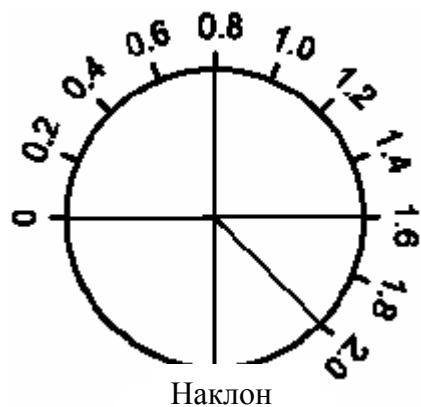
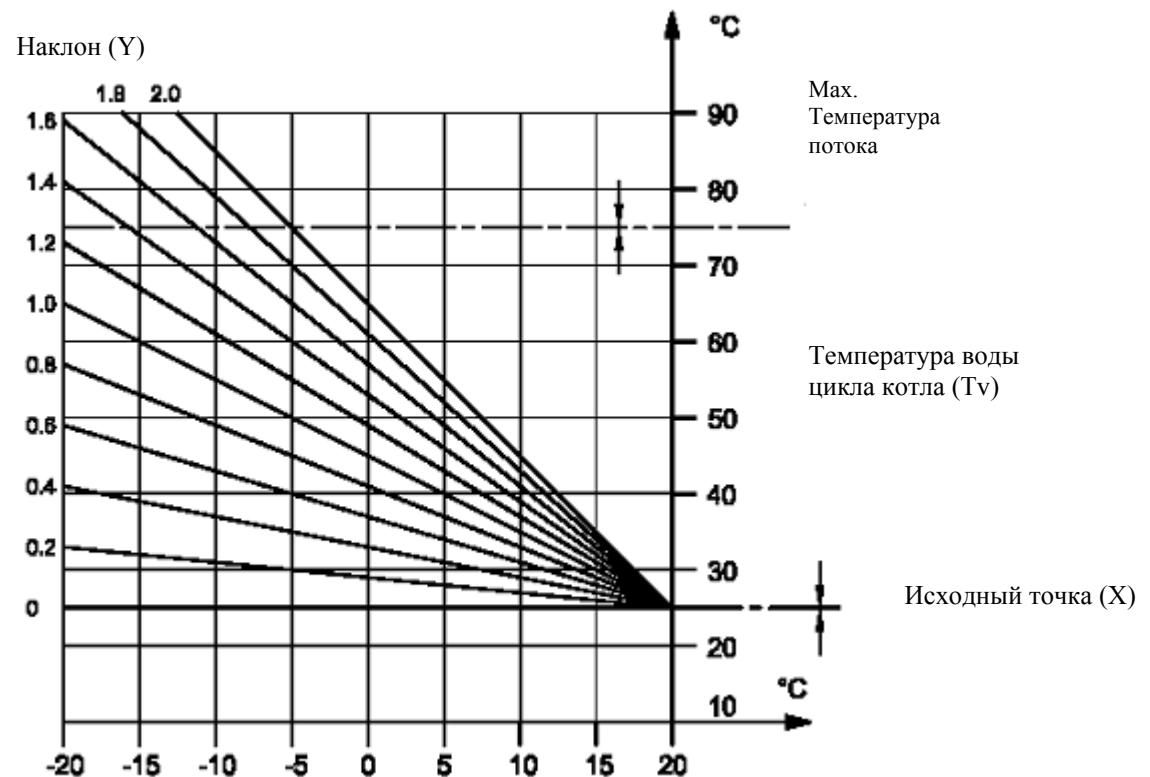

Рисунок 34
Рисунок 35. Диаграмма Кривой Отопления
- a) Наклон (Y): P1 Настроочный регулятор никак не влияет на отопление воды; P1 настроочные регулятор (Рисунок 34) дуга отопительной системы (Рисунок 35) заканчивает наклон.
- б) Наружная температура (TA) $-20^{\circ}\text{C} < \text{TA} < 20^{\circ}\text{ C}$
- с) Исходный пункт (X): Исходный Пункт определяет самый нижний пункт наклонной отопления. (Рисунок 35)